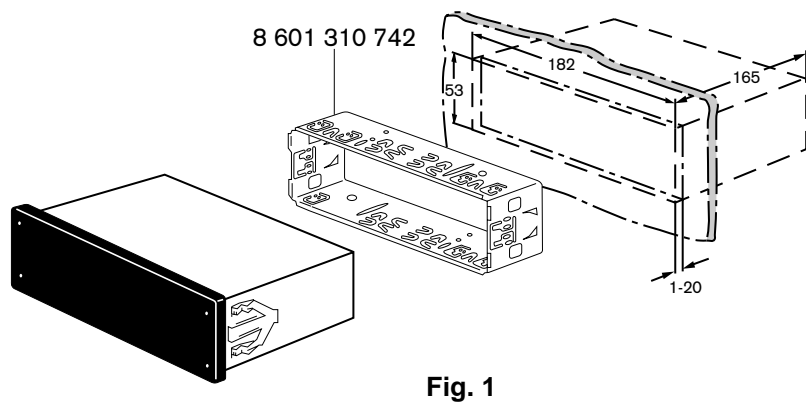

Fig. 1
**Hinweis:** Die zum Lieferumfang dieses Autoradios gehörende Halterung ermöglicht den Einbau in Fahrzeugen mit DIN-Autoradioausschnitt von 182 x 53 mm, 165 mm Einbauraum und einer Instrumententafeldicke im Bereich der Befestigungslaschen von 1 - 20 mm, siehe Fig. 1.
Halterung in den Ausschnitt einsetzen und entsprechend die Befestigungslaschen mit einem Schraubendreher umbiegen, siehe Fig. 1, 2.
By means of the support included in delivery you can mount the set in cars with a DIN car radio cutout of 182 x 53 mm, an installation depth of 165 mm and an instrument panel thickness around the fixing clips of 1 - 20 mm, see fig. 1.
Insert the support into the cutout and bend the appropriate fixing strips with a screwdriver, see fig. 1, 2.
A l'aide du support inclus dans le jeu de montage vous pouvez monter le poste dans des voitures qui disposent d'une découpe DIN de 182 x 53 mm, d'une profondeur de 175 mm et d'une épaisseur du tableau de bord de 5,2 - 6,3 mm autour des éclisses de montage, voir fig. 1.
Insérer le support dans la découpe et courber les éclisses correspondantes à l'aide d'un tournevis, voir fig. 1 et 2.